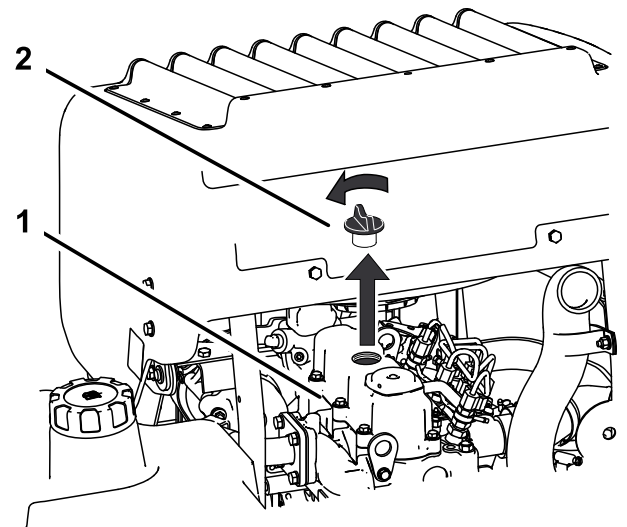

Figura 52
- Retire el tapón de llenado de aceite de la parte superior del motor (Figura 52).
- Retire el tapón de llenado y la varilla (Figura 52).